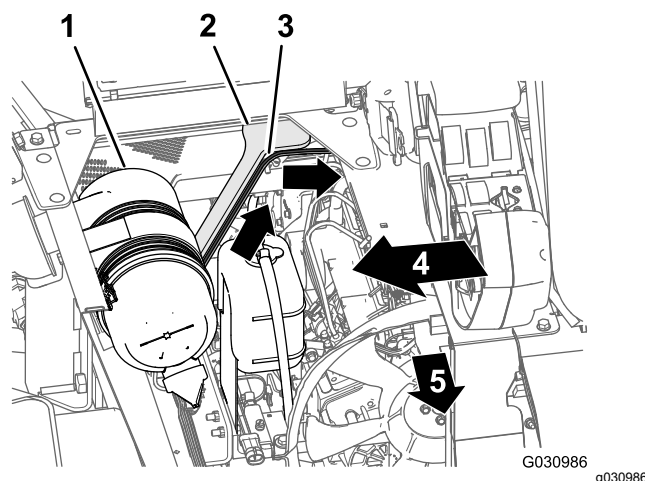

Figura 109
1. Disponete la diramazione da 165 cm del cablaggio preassemblato verso l'alto e nella parte posteriore del vano motore, lungo il supporto destro della copertura del motore, davanti al condotto che collega il filtro dell'aria e il motore (Figura 109).